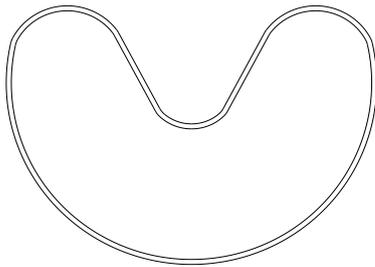

Bild 21: Montage von Dichtung und Abstreifer
- Setzen Sie neue Dichtungen (Bauteil 1.4 und 1.5) und Abstreifer (Bauteil 1.3 und 1.19) in das Gehäuse ein. Hierzu können die Bauteile herzförmig geformt werden (siehe Bild 21).